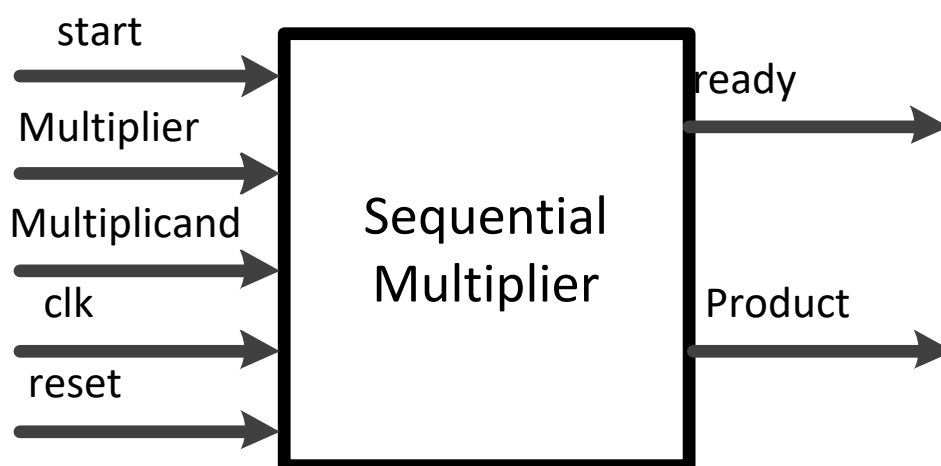

Fig. 1 Caja negra del bloque multiplicador secuencial.
1. La interfaz del multiplicador debe ser como se muestra en la Fig. 1